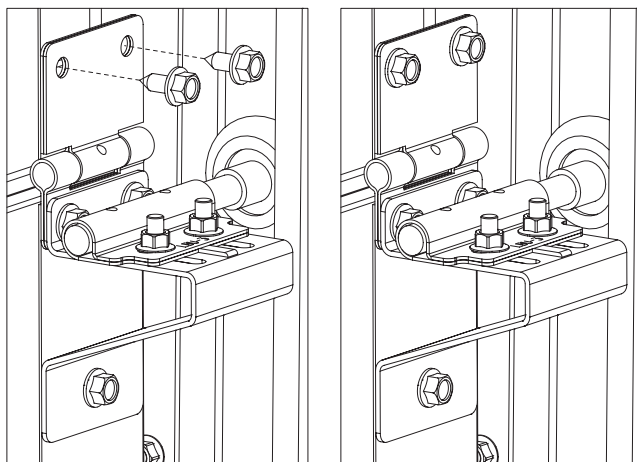

Рис. 28.1
- 3) двумя самонарезающими винтами 6,3×16 закрепить к панели верхнюю полупетлю боковой петли (рис.28.1), установленной на нижней панели. Панель должна быть строго вертикальна.